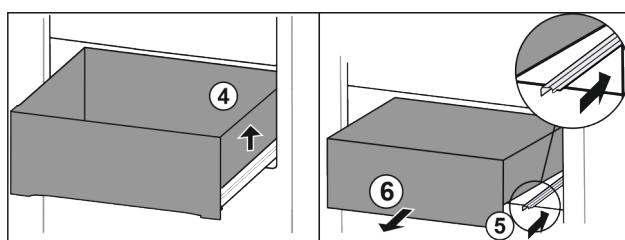

Fig. 24
- Приподнимите выдвижной ящик справа. Fig. 24 (4)
- Вставьте правую направляющую. Fig. 24 (5)
- Извлеките выдвижной ящик движением вперед. Fig. 24 (6)